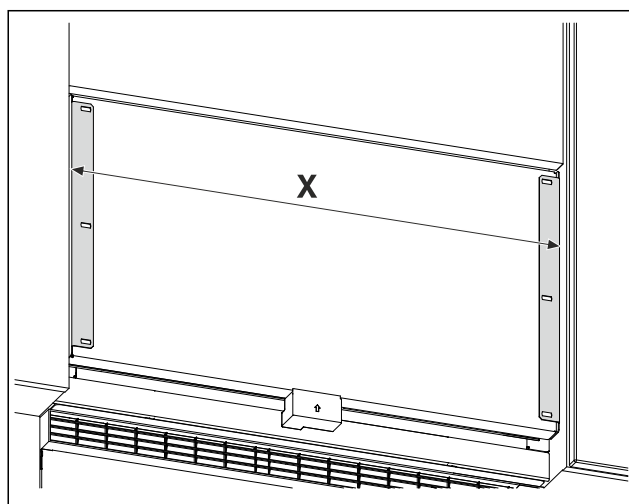

Fig. 44 Ilustrační zobrazení
- Změřte vzdálenost Fig. 44 (X) mezi vnějšími hranami přídržných úhelníků.